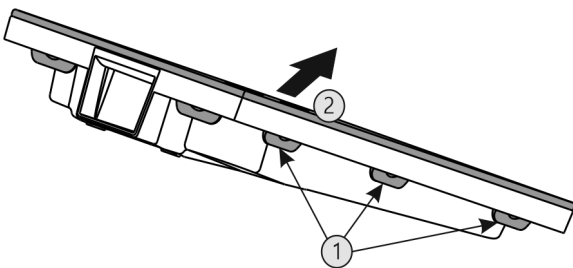

Fig. 58
- ▶ Натиснете всички езичета Fig. 58 (1) последователно и свалете капака Fig. 58 (2).